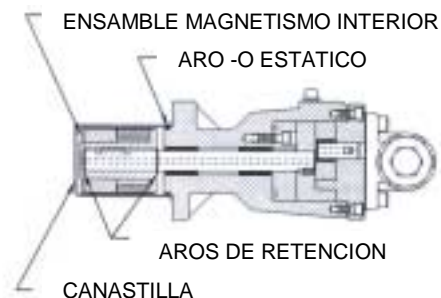

FIGURA 13
- Retire el aro de retención externo (el más próximo al extremo del eje) y haga deslizar hacia afuera el montaje del sistema magnético interior (Ver Figura 13). No olvide que se trata de un magnetismo muy fuerte. Si necesita desmontar la bomba, retire el segundo aro de retención externo.